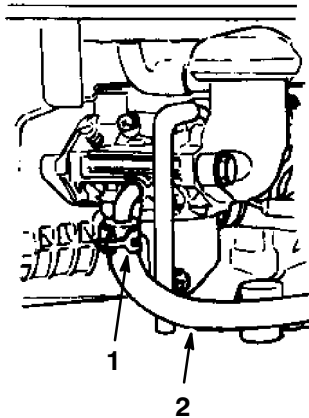

Bild 23
3. Entfernen Sie den Kraftstoffschlauch durch Lockern der Schelle am Vergaser (Bild 23).